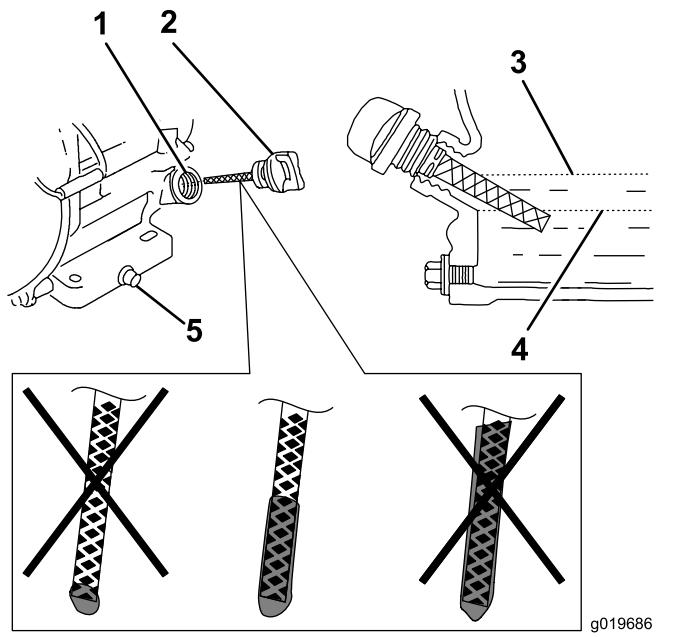

Рисунок 16
6. Выньте щуп и проверьте уровень моторного масла (Рисунок 16).